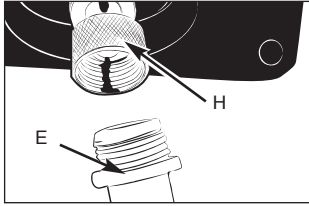
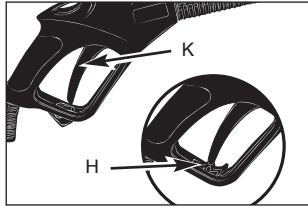

Fig. 1F
Fig. 1G
5. Connect the screw-type female connector (H) to male connector (E), which is linked to garden hose. (Fig. 1F)
7. Insert power cord into power outlet. Pull the trigger (K) to allow water to flow through and eliminate any trapped air. Wait for steady flow of water to discharge from the spray nozzle. Ensure the safety lock (H) is released before pressing trigger (K). (Fig. 1F & Fig. 1G)
5. branchez le connecteur femelle à vis (H) au connecteur masculin (E) lié avec le tuyau de jardin. (Fig. 1F)
7. Insérez le cordon d'alimentation sur la prise du secteur. Appuyez sur la gâchette (K) pour permettre à l'eau de couler et éliminer toute bulle d'air. Attendez d'avoir un écoulement d'eau fluide avant d'asperger l'eau avec l'embout de sprayage. Assurez-vous que le verrou de sécurité (H) est bien libéré avant d'appuyer sur la gâchette (K). (Fig. 1F et Fig. 1G)